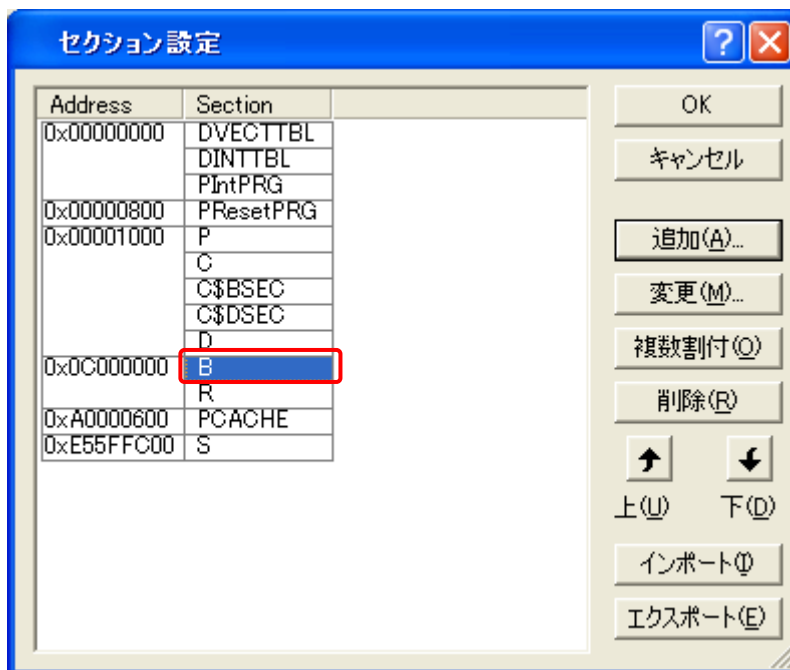

図5.3.15 セクション変更①
- (1) [セクション設定]ダイアログボックスにて、図5.3.15に示すように Bセクションを選択し、“削除 (R)” ボタンをクリックします。